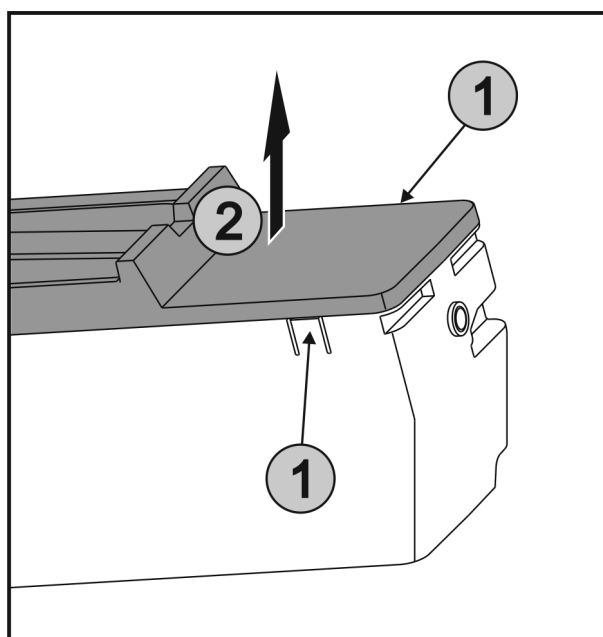

Fig. 60
- Premere contemporaneamente le linguette Fig. 60 (1) su entrambi i lati di EasyTwist-Ice e rimuovere la copertura sollevandola verso l'alto Fig. 60 (2).